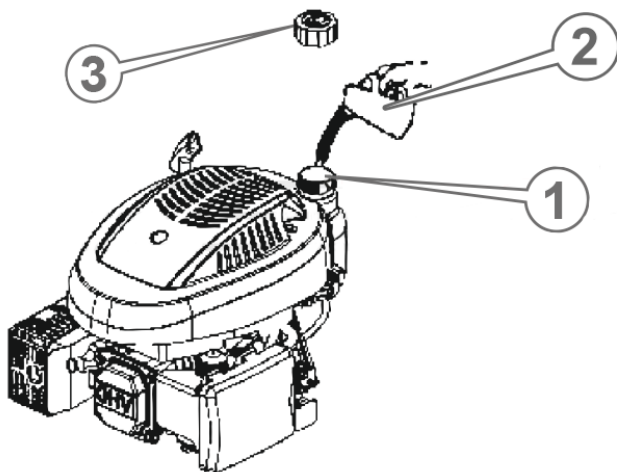

Рисунок 4. Схема заправки паливом.
2. Відкрити кришку заливної горловини паливного бака (1, рис. 4).
3. Влити в паливний бак необхідну кількість палива через металеву ліжку (2, рис. 4) без витоків на корпус.